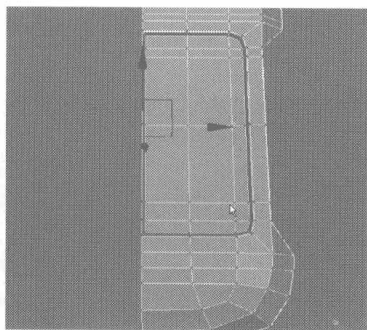
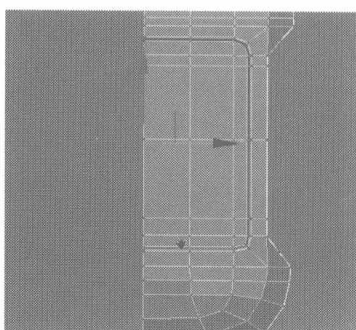

图 4.91
图 4.92
- 34** 切换为节点编辑，在 Front 视图中框选如图 4.91 所示的节点，将其删除，再沿 X 轴向左移动，调整如图 4.92 所示的节点。